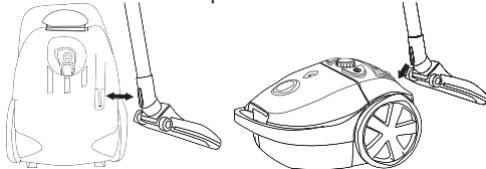

Figure 10 Rangement de l'aspirateur
3. Placez l'aspirateur debout. À l'arrière de l'aspirateur, à côté de la roue avant, se trouve l'encoche de fixation pour le support à accessoire (voir la figure 10). Enfoncez le bas du support à accessoire dans l'encoche. Ceci vous permet de ranger l'aspirateur et de le ressortir rapidement, sans avoir besoin de démonter les composants.